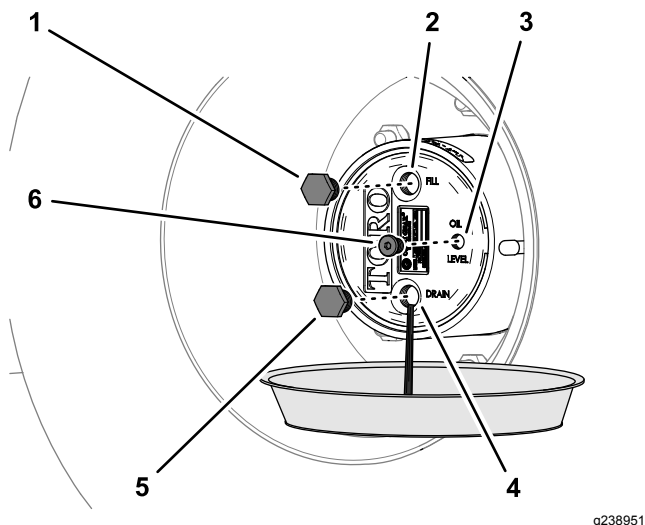

图 86
2. 将放油盘放在行星齿轮传动毂下面取出排油塞、加油塞和检查塞并让润滑油完全排出图 86。